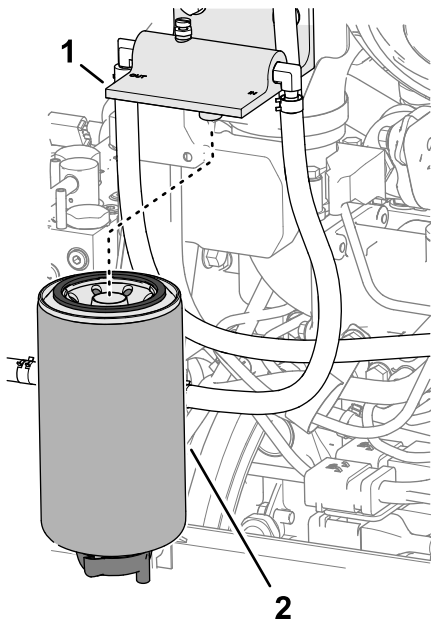

図 129
- 水セパレータのフィルタとフィルタヘッドを清掃する **図 129**。